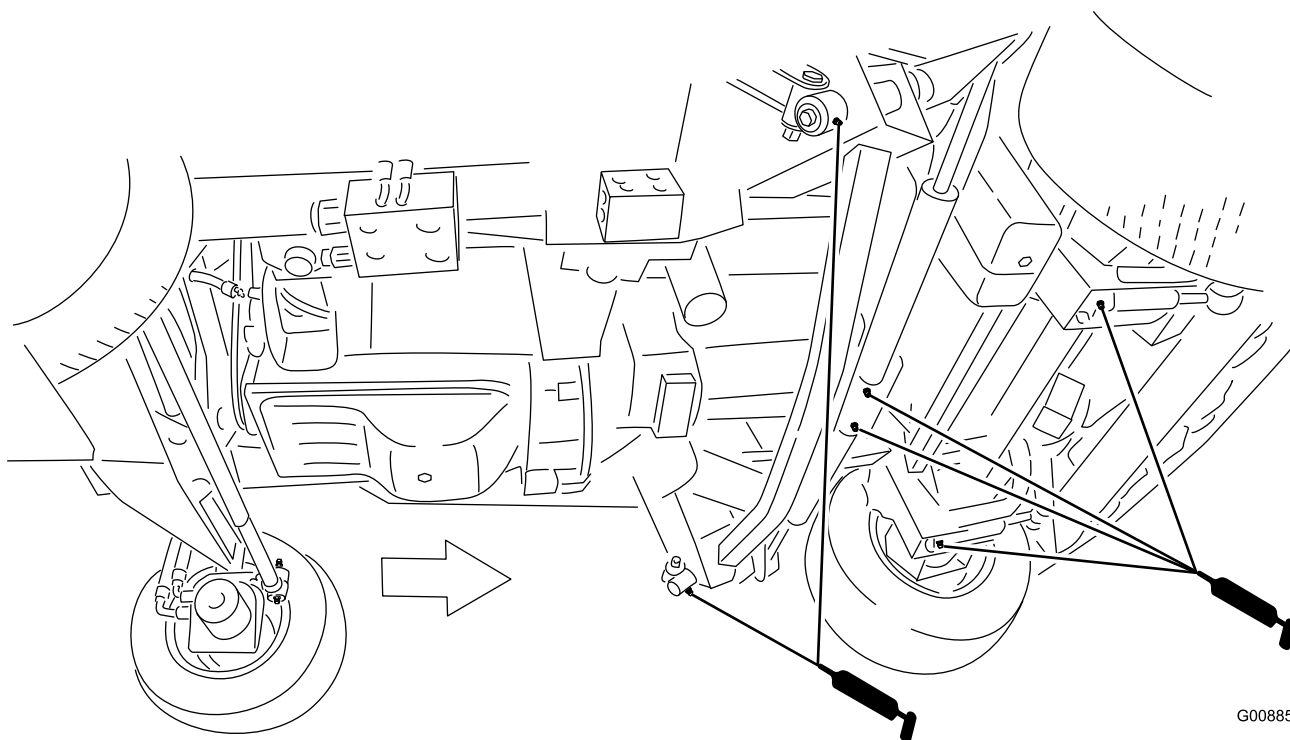

Рисунок 49
- Рычаги амортизаторов (2 шт.) (Рисунок 49)
- Шарниры гидроцилиндров подъема передней деки (2 шт.) (Рисунок 49)
- Шарниры гидроцилиндров подъема боковых дек (2 шт.) (Рисунок 49)